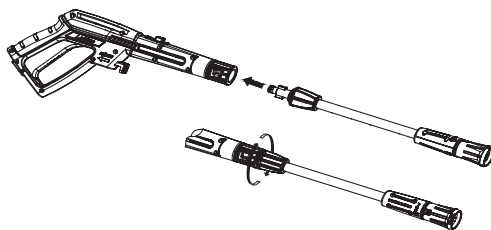

Рис. 3
2. Установите необходимую насадку на пистолет (Рис. 3).